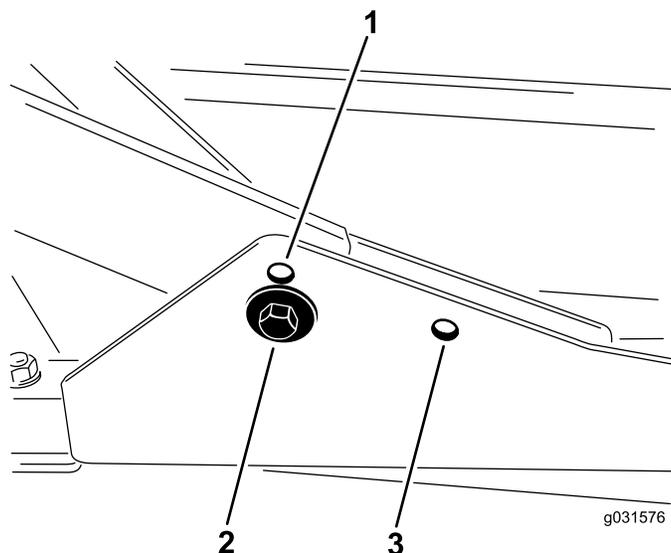

Figura 11
1. Para alturas de corte de entre 2 cm y 7.6 cm ($\frac{3}{4}$ " y 3"), monte los bastidores de tiro delanteros en los taladros de montaje delanteros inferiores (Figura 11).
2. Para alturas de corte de entre 6.3 cm y 10 cm ($2\frac{1}{2}$ " y 4"), monte los bastidores de tiro delanteros en los taladros de montaje delanteros superiores (Figura 11).
Para todas las alturas de corte, la carcasa de corte trasera debe montarse en los taladros de montaje traseros (Figura 11).